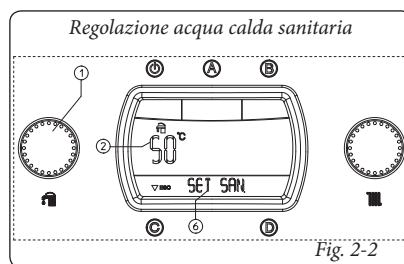

Fig. 2-2
- **Estate (E):** in questa modalità la caldaia funziona solo per il riscaldamento dell'acqua calda sanitaria, la temperatura viene impostata tramite il selettore (1) e la relativa temperatura viene visualizzata sul display (24) mediante l'indicatore (2) e compare l'indicazione "SET SAN." (Fig. 2-2). Ruotando il selettore (1) in senso orario la temperatura aumenta e antiorario diminuisce.